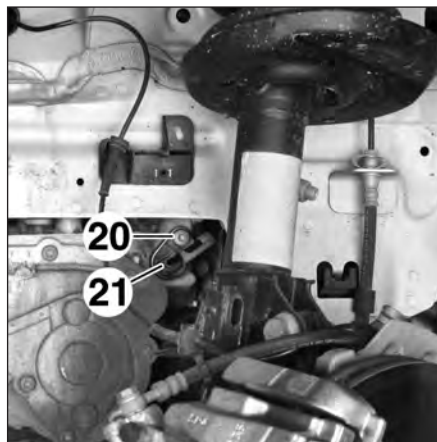

FIG. 13
- la vis (20) (Fig.13),
- le dispositif (21) d'enclenchement de marche arrière,